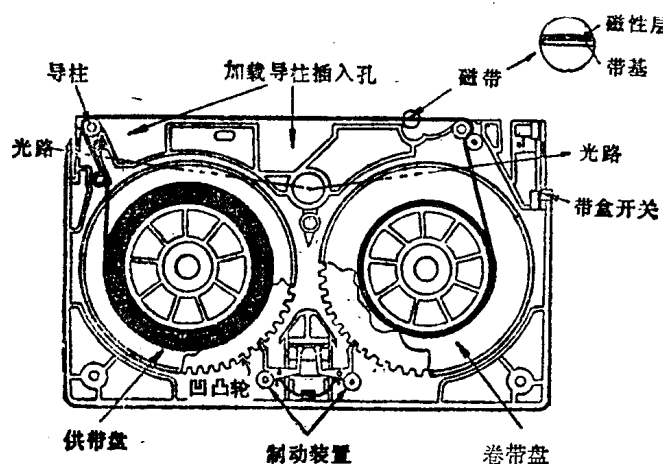

图 1-6 磁带盒内部结构
2. VHS 型录象磁带盒的构成。这种磁带盒的内部结构如图 1-6 所示。磁带缠绕在卷带盘和供带盘上, 磁带的始端和尾端都有 130—190mm 长的透明引带。磁带由带基与磁性层两层构成, 带基支承着磁性层, 磁性层与磁头接触记录视频信号和音频信号。卷带盘与供带盘周围都有凹凸齿。通常两个转盘被制动装置卡住不能随意转动, 只有当磁带盒装到录象机内, 由录象机内支柱插到磁带盒的释放制动装置孔内, 将制动装置脱开后两个转盘才能自由转动。平时可用小螺丝刀插入释放制动装置孔内, 两个转盘就能自由转动, 也可以从磁带盒中拉出磁带。磁带的侧面装有带盒“开关”, 按下此开关磁带盒的顶盖可以揭开并旋转一定角度。当磁带盒插到录象机内, 带盒仓内有一装置将带盒开